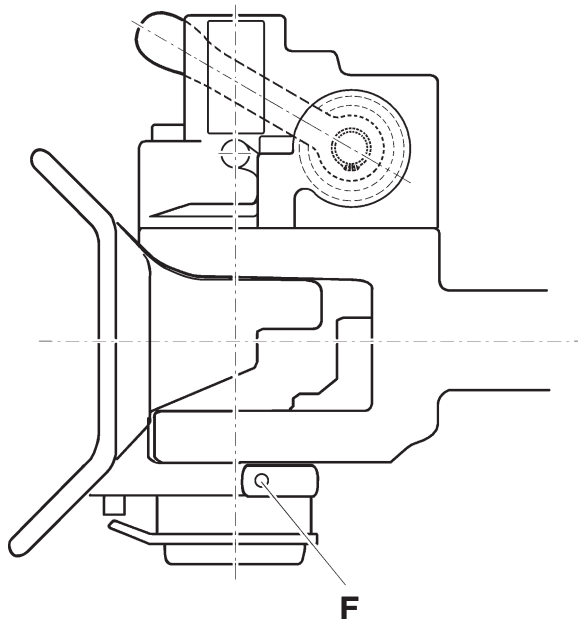

Abb. 11
- Unteres Fangmaullager (**F**, Abb. 11) schmieren: Empfehlung EP3